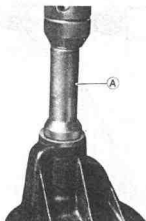

图 13-22
(1) 用金属清洗剂将主减速器壳体内部型腔、主动齿轮、从动齿轮、调整垫片、轴承、油封等零部件清洗干净，去除油污、异物等，如有毛刺，硬物等可用砂纸或铁刷子将其擦磨干净。
(2) 把两个圆锥滚子轴承装到主动齿轮上时，必须使用压力机，外环压入主减速器壳体上的轴承座孔内，内环压到主动齿轮上。压装前轴承外环时，使用专用工具 A，见图 13-22；压装后轴承外环时，